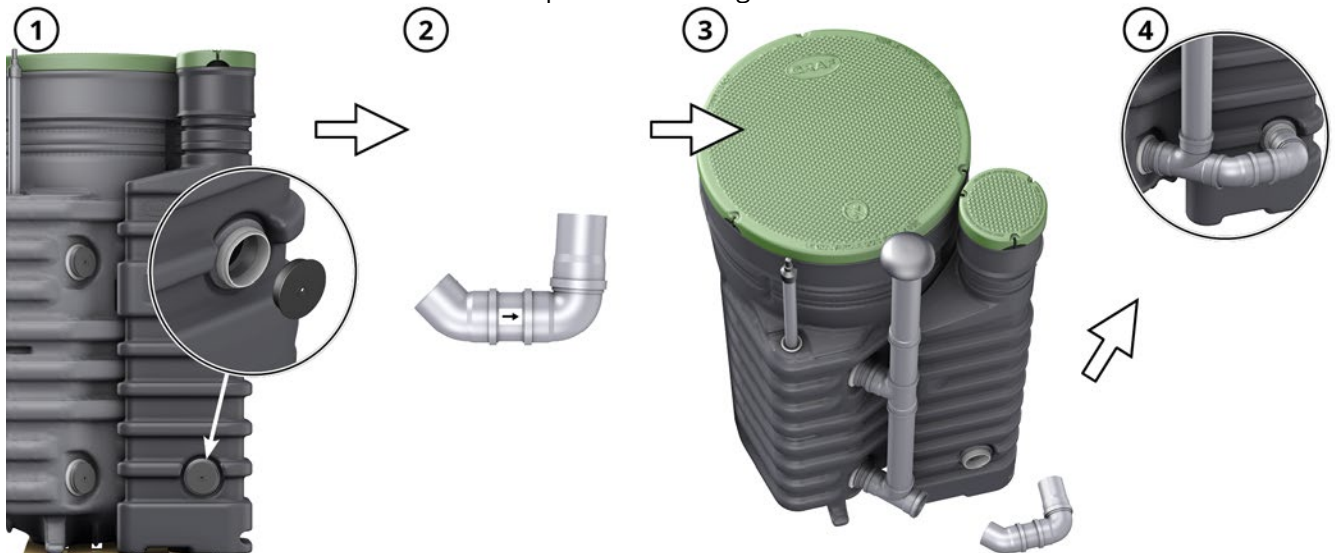

Fig. 14: Montez le trop-plein vers le poste de relevage.
2. Placez le kit de trop-plein comme indiqué sur *Fig. 14* sur la pièce de dérivation du kit d'aération et sur l'entrée du poste de relevage et insérez-le jusqu'à la butée dans les ouvertures.